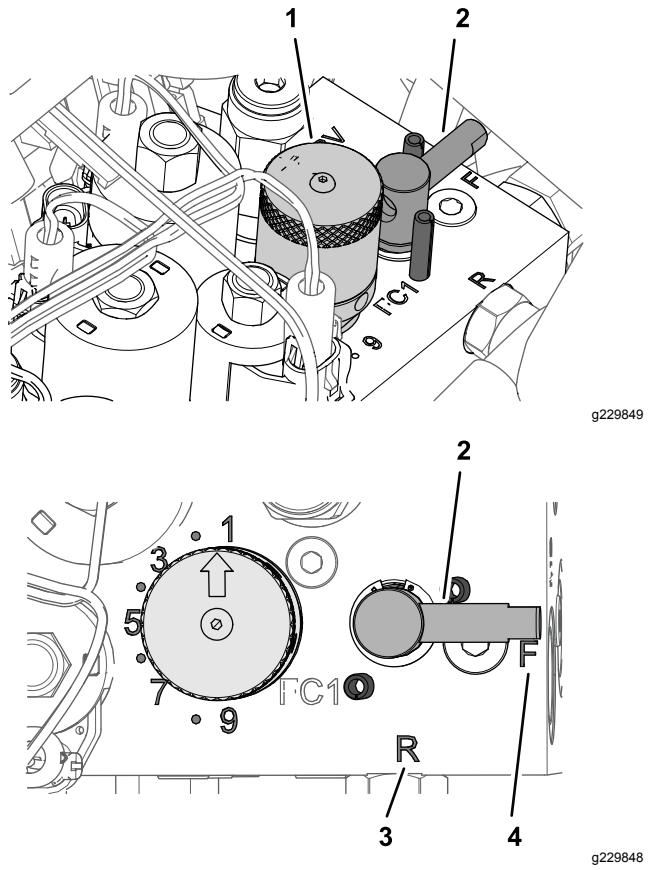

Bild 66
4. Drehen Sie den Läpphebel in die R-Stellung (Bild 66).
5. Drehen Sie das Handrad für die Spindeldrehzahl auf die Einstellung 1 (Bild 66).